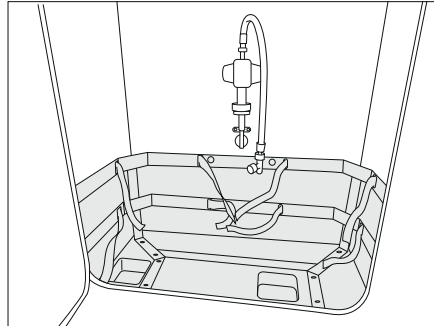

Fig. 180 Caja para bombonas de gas
- Si se dispone de una chapa protectora, plegar la chapa protectora (Fig. 180,1) hacia abajo.
- Desbloquear el carro (Fig. 180,3) a través del tirador (Fig. 180,2).
- Extraer el carro (Fig. 180,3) hasta el tope.
- Girar el tirador (Fig. 180,2) hacia atrás.
- Introducir el carro (Fig. 180,3) hasta el tope y girar el tirador (Fig. 180,2) hacia atrás.
- Si se dispone de una chapa protectora, plegar la chapa protectora (Fig. 180,1) hacia arriba.